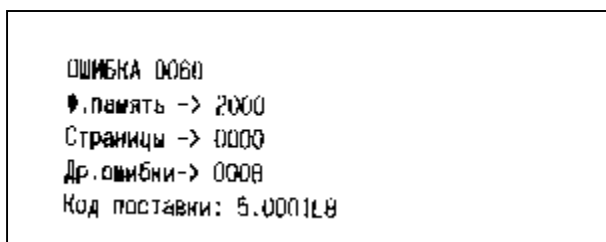

Рисунок 8.3 - Чек с сообщением об ошибке
8.3.1 Если печать чека готовности при включении ККМ не произошла, ККМ находится в неисправном состоянии. Вместо чека готовности печатается сообщение об ошибке, содержащее код ошибки (Рисунок 8.3).